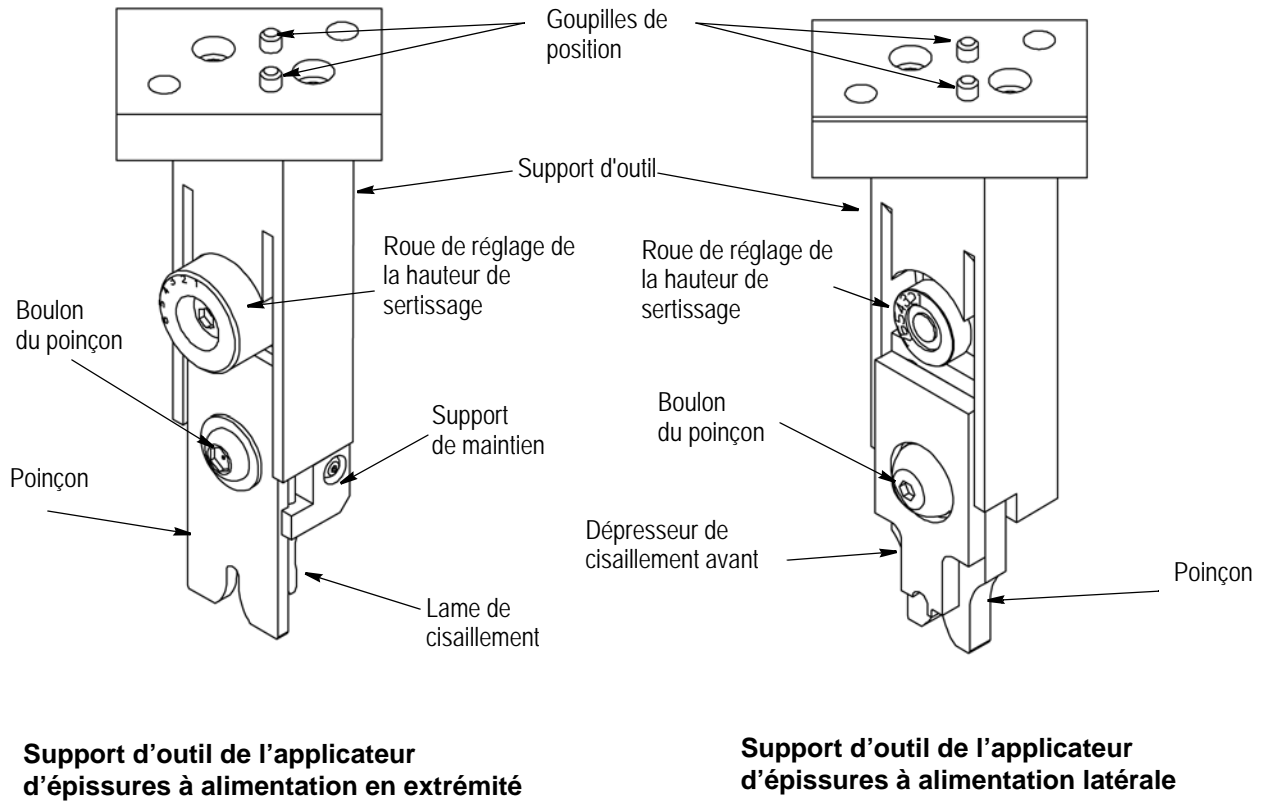

Figure 4
Le support d'outil est fixé au coulisseau de l'unité de sertissage pour épissures AMP 5K/40 avec deux vis. Le support d'outil est équipé de goupilles de position (Figure 4) qui facilitent son positionnement sur le coulisseau de l'unité de sertissage. Les goupilles de position permettent de changer plus facilement d'outil.
Le presseur de contact (voir Figure 4) est fixé à l'extrémité du coulisseau ; avec le support attaché, il maintient la cosse en place pendant les opérations de sertissage et de cisaillement.
1. Positionnez le support d'outil en bas du coulisseau de l'unité de sertissage à l'aide des deux goupilles de position illustrées à la Figure 4.